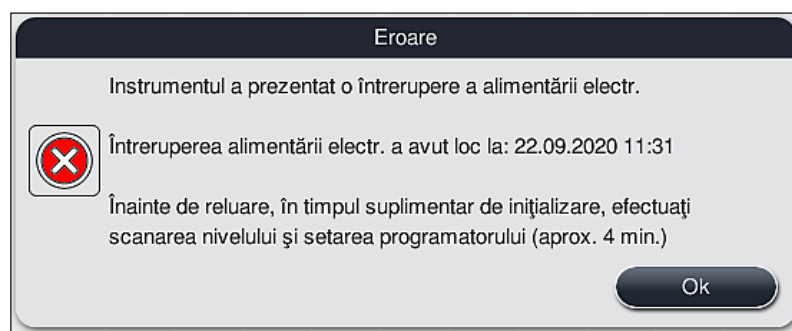

Fig. 106
- ① Primul mesaj de informare după repornirea automată a instrumentului îl notifică pe operator cu privire la timpul de întrerupere a alimentării (→ "Fig. 106"). Confirmați acest mesaj apăsând butonul **OK** pentru a porni instrucțiunile suplimentare pentru continuarea procesului de colorare.